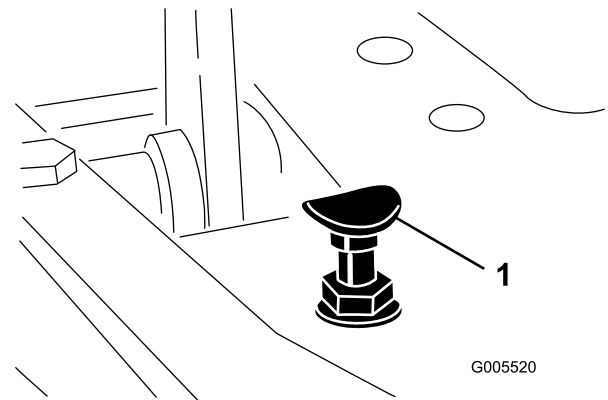

Bild 52
Stellen Sie den Funktionsschalthebel in die Transportstellung und drücken Sie das Gaspedal nach unten, um die maximale Transportgeschwindigkeit zu erreichen. Wenn das Pedal den Anschlag erreicht (Bild 52), bevor das Kabel gespannt ist, müssen Sie die Einstellung ändern:
1. Stellen Sie den Funktionsschalthebel in die Transportstellung, lösen Sie die Sicherungsmutter, mit der der Pedalstopp an der Grundplatte befestigt ist (Bild 52).